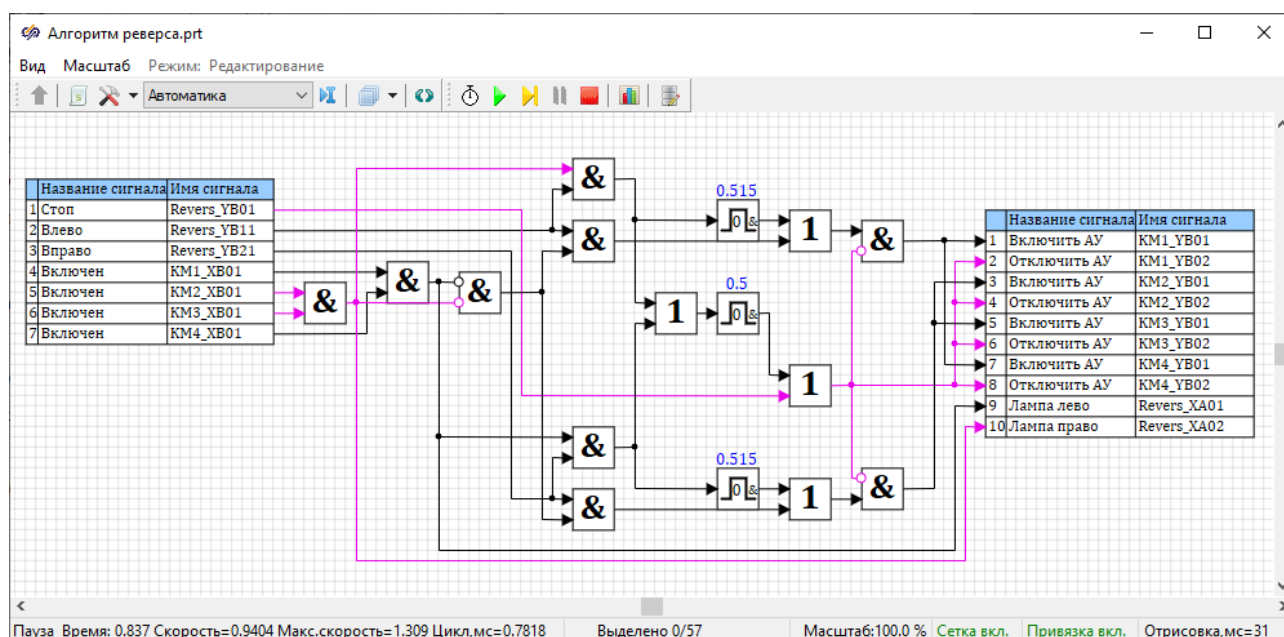

Рисунок 5.8.5. Изменение значения сигнала **Revers_YB01**.
- 8) Пронаблюдайте за изменением значения переменной **Revers_YB01** в окне проекта (Рисунок 5.8.5). На входе алгоритма должна появиться логическая 1 от команды «Стоп» и проходить до выхода из алгоритма на команды отключения всех контакторов.